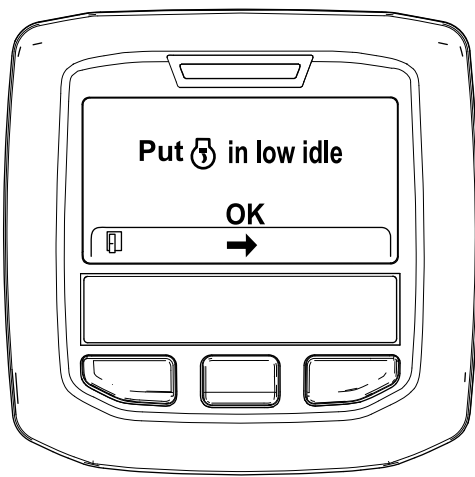

Figura 46
6. Mueva el control del acelerador a la posición de RALENTÍ BAJO y pulse el botón central (Figura 46).